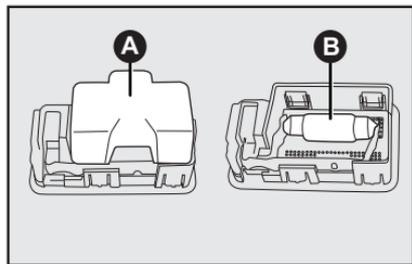

fig. 28
- Quite la tapa **A-fig. 28** tirando de la misma hacia arriba;
- Sustituya la lámpara **B-fig. 28**;
- Recoloque la tapa **A-fig. 28** con una ligera presión y recolocó el portalámpara en su alojamiento.